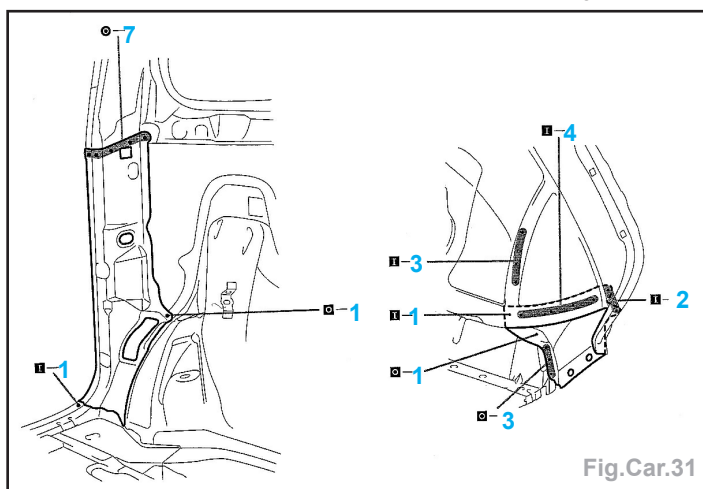

Fig.Car.31
- Fraiser et meuler les points de soudures électrique (Fig.Car.31).